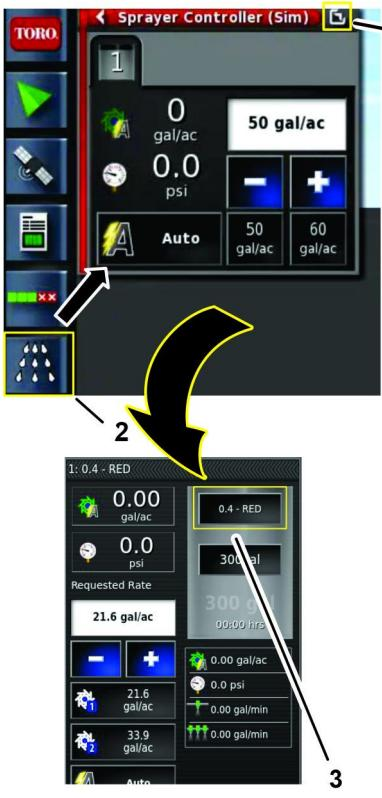

图 156
2. 按打药车控制器图标然后按打药车控制器面板中的“展开视图”图标 图 156。